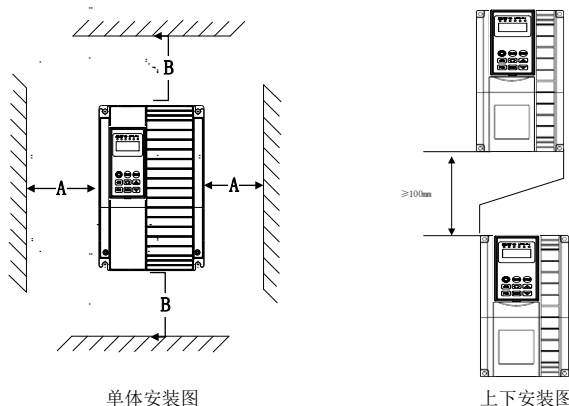

图 3-1 EV510E 安装示意图
1) 请垂直安装驱动器, 便于热量向上散发。但不能倒置。若柜内有较多驱动器时, 最好是并排安装。在需要上下安装の場合, 请参考图 3-1 的示意, 安装隔热导流板。
2) 安装空间遵照图 3-1 所示, 保证驱动器的散热空间。但布置时请考虑柜内其它器件的散热情况。